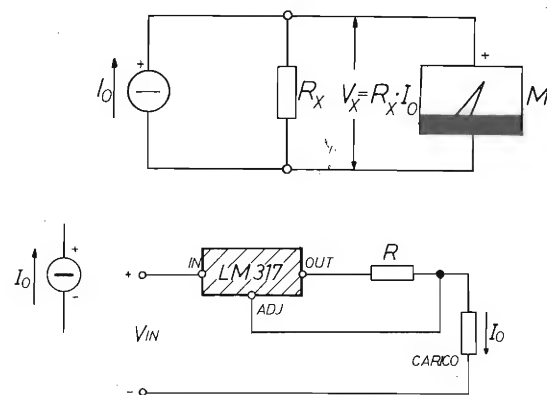

figura 1 - Generatore di corrente costante con LM317T, suo simbolo e schema per la misura di resistenze.
Il blocco b utilizza un regolatore di tensione variabile LM 317 T in configurazione «generatore di corrente» (3). Lo schema di principio di questo blocco è riportato in figura 1.